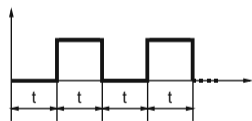

Рис.1
- циклический режим () - при включении устройства исполнительное реле включается и выключается через установленное время t, (рис.1),